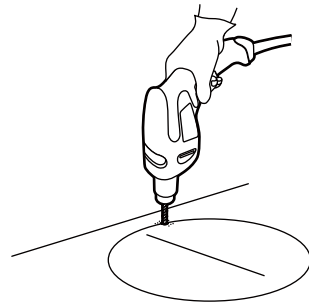

Fig. 17
- > Utilice una taladradora adecuada para perforar un orificio de inicio de 12 mm o más en la línea de corte (Fig. 17).